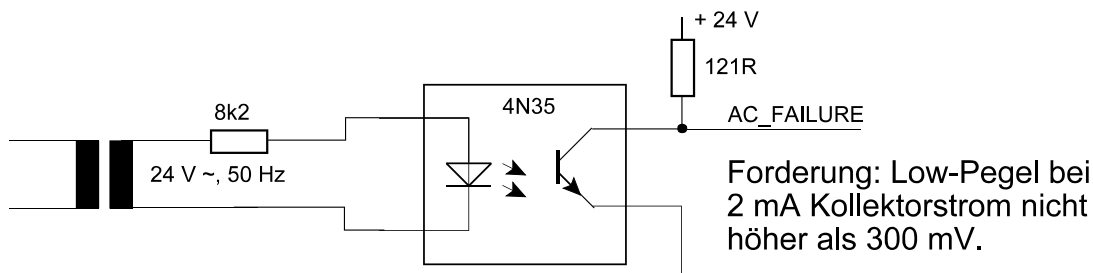

Abb. 7
8. In einer industriellen Steuerung wird eine Schaltung gemäß Abb. 7 eingesetzt. Ist sie in Ordnung oder nicht? Geben Sie ggf. Änderungen an, um den oder die Fehler zu beseitigen.